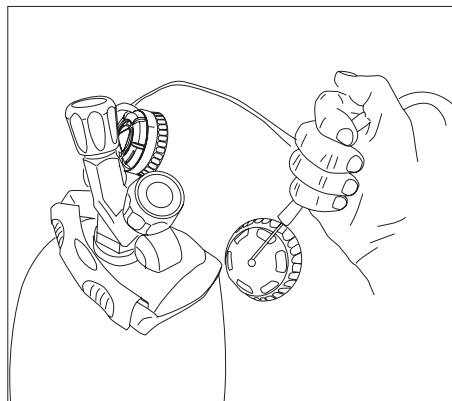

Fig.30
5. Vor jedem Tauchgang überzeugen Sie sich vom korrekten Funktionieren des Inflators und der Überdruckventile (Abb.30) Prüfen Sie auch, ob die Luftkammer den Druck hält.